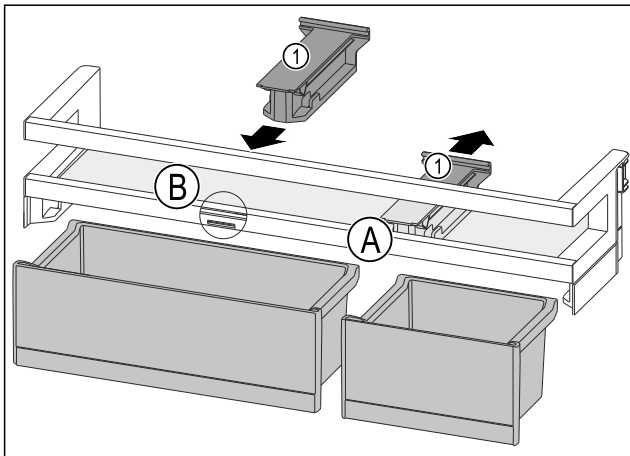

Fig. 105
- ▶ Haltebauteil Fig. 105 (1) in Position Fig. 105 (A) nach hinten abziehen.
- ▶ Haltebauteil Fig. 105 (1) in Position Fig. 105 (B) einsetzen.